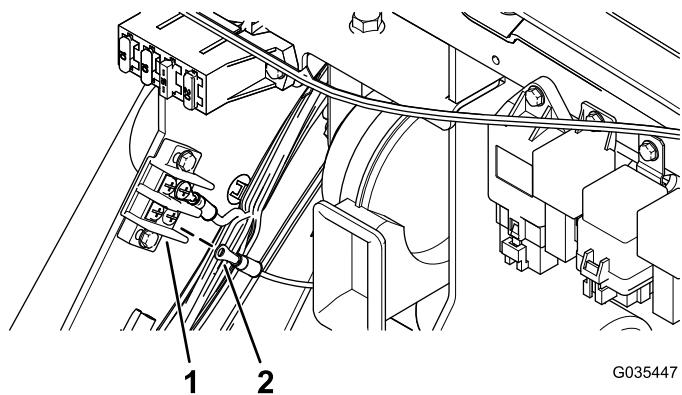
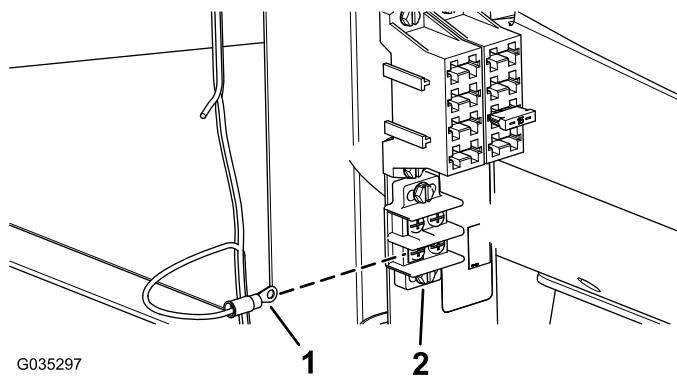

Рисунок 12
Рисунок 13
2. Подсоедините круглую клемму жгута проводки к клемме блока предохранителя (Рисунок 12 или Рисунок 13).